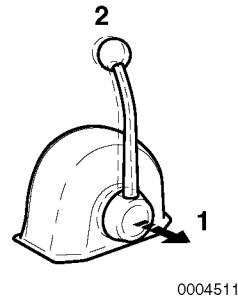

Figura 20
Quando o manípulo é puxado para fora (Figura 20, (1)), a velocidade do motor pode ser controlada sem engatar a embraiagem. A embraiagem mantém-se em NEUTRO, sem posição de carga. Vire botão (Figura 20, (2)) no sentido contrário ao dos ponteiros do relógio para mover o manípulo ou no sentido dos ponteiros do relógio para bloquear o manípulo.